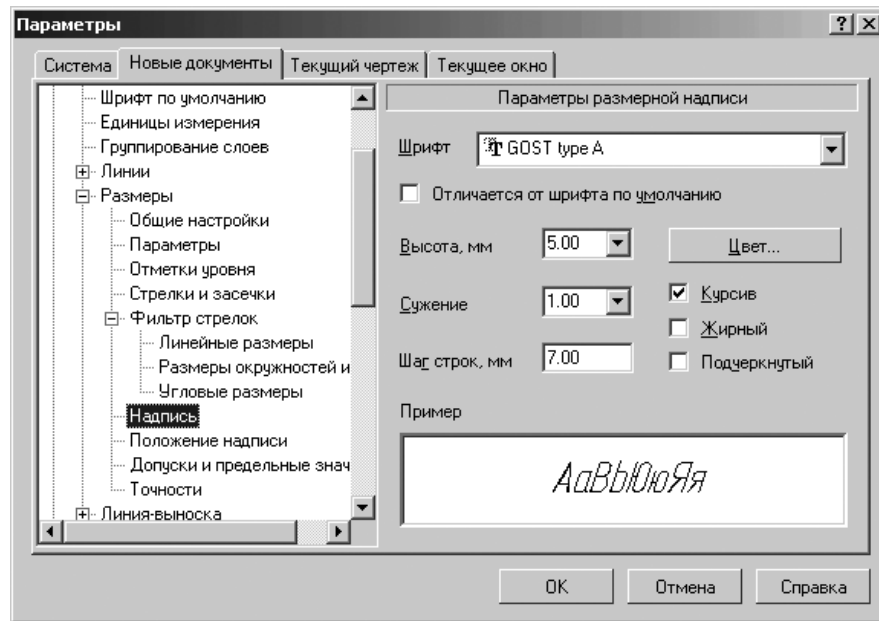

Рис. 10.30. Диалоговое окно **Параметры** с открытой вкладкой **Новые документы** и панелью **Параметры размерной надписи**
- щелкните в списке настраиваемых элементов **Размеры** по пункту **Надпись**. В правой части появится панель **Параметры размерной надписи**, показанная на рис. 10.30.